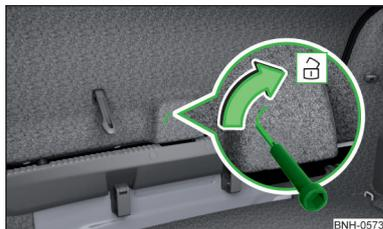

Fig. 253
- Introduzca un destornillador o una herramienta similar hasta el tope en el rebaje del revestimiento de trampilla » fig. 253.